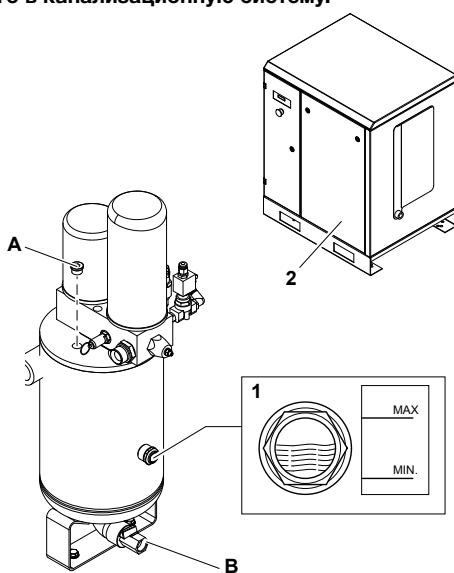

Рис. 6.1
- Убедиться в отсутствии сжатого воздуха внутри масловоздушного ресивера: отвинтить кран A (см. рис.6.1) и полностью спустить воздух.
(см. рис. 6.1)
Контроль масла и доливка при необходимости (см. рис. 6.1)
(см. рис. 6.1)**